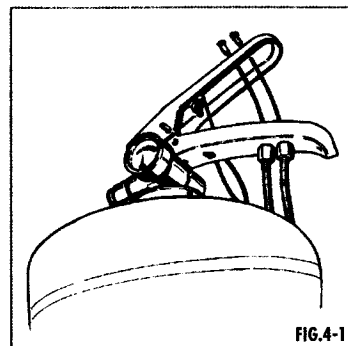

FIG.4-1
- L'altra estremità della guaina deve essere inserita attraverso la maniglia fissa della valvola (FIG.4-1).